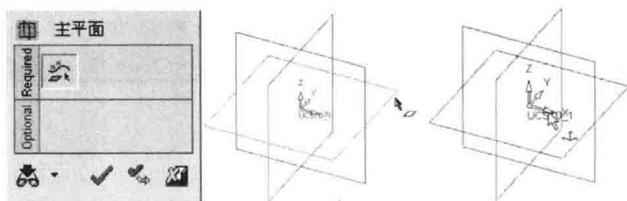

图 1-3 建主基准平面
(1) 草图绘制是建立实体的首要工作。画草图之前最好事先定义主平面，操作时可从菜单中选取“基准”→“基准面”→“主平面”，根据提示拾取一个坐标系，确认后可产生三个主平面如图 1-3 所示。